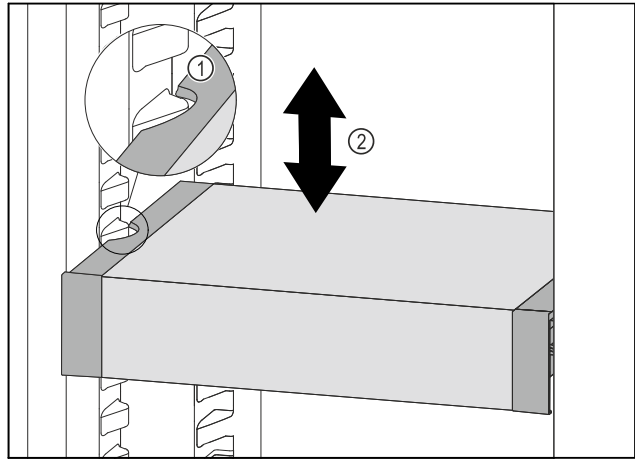

Fig. 90
- ▶ Потягнути VarioSafe вперед, поки бокові заглиблення VarioSafe не опиняться на рівні ребра для резервуара в охолоджувальному відділенні. Fig. 90 (1)
- ▶ Пересувайте VarioSafe вгору або вниз в охолоджувальному відділенні до тих пір, поки не досягнете бажаної висоти. Fig. 90 (2)